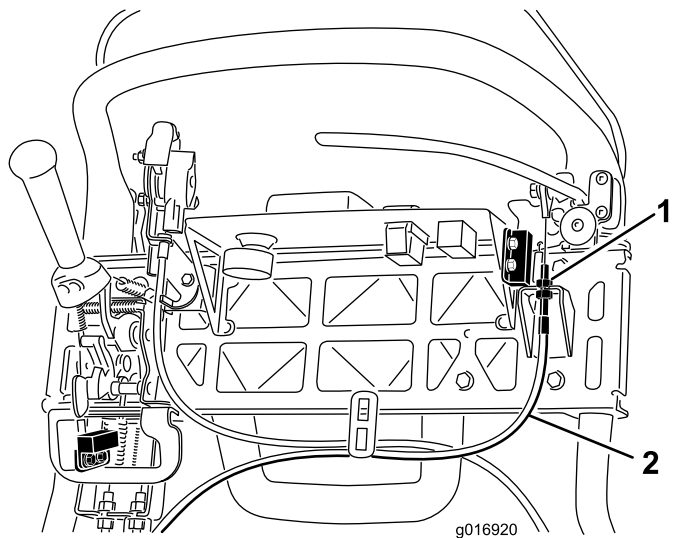

图43
3. 要增加拉线的张力请拧松上部拉线锁紧螺母并拧紧下部拉线锁紧螺母图43直至为了松开手刹锁定装置需要对刹车制动杆手柄施加 156N 的力。切勿调整过度或致使刹车带拖磨。